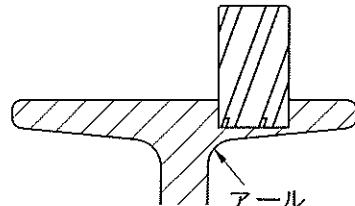

図 46
- アングルやチャンネル、H形鋼等に穴をあけるとき、抜けぎわが斜めの面やアールにかかる場合は刃先が欠けることがありますので、切り始めと抜けぎわはゆっくり送ってください。(図 46)